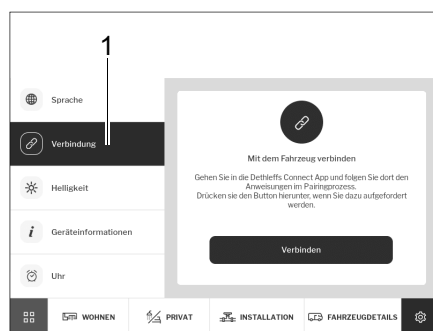

Fig. 280 Conexión
- Tocar en la opción *Conexión* (Fig. 280,1).